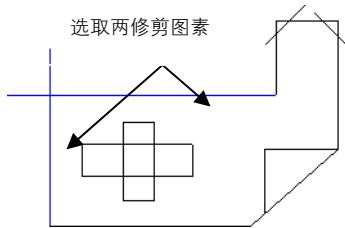
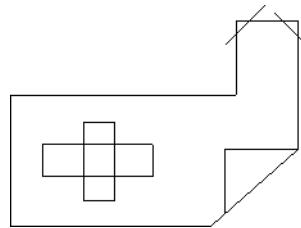

图 4-15 选取修剪对象
图 4-16 修剪两图素
- 01 在“修剪/打断/延伸”工具栏中单击“两个图素”按钮 [+...] ，根据系统提示，移动光标选择要修剪/延伸的两个图素对象，如图 4-15 所示，修剪结果如图 4-16 所示。如果选择的两个图素无交点，进行修剪操作时，其中较长的图素将被修剪，较短的图素将被延伸。